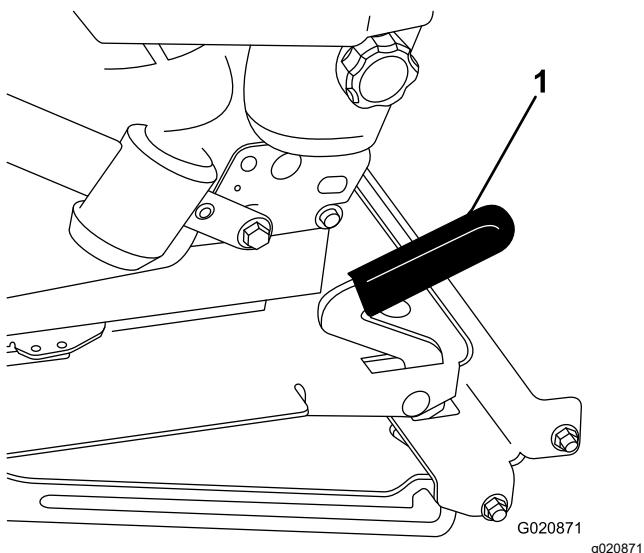

Bild 17
- Ziehen Sie den Sitzriegel nach vorne und oben, um den Sitz zu entriegeln (Bild 17).